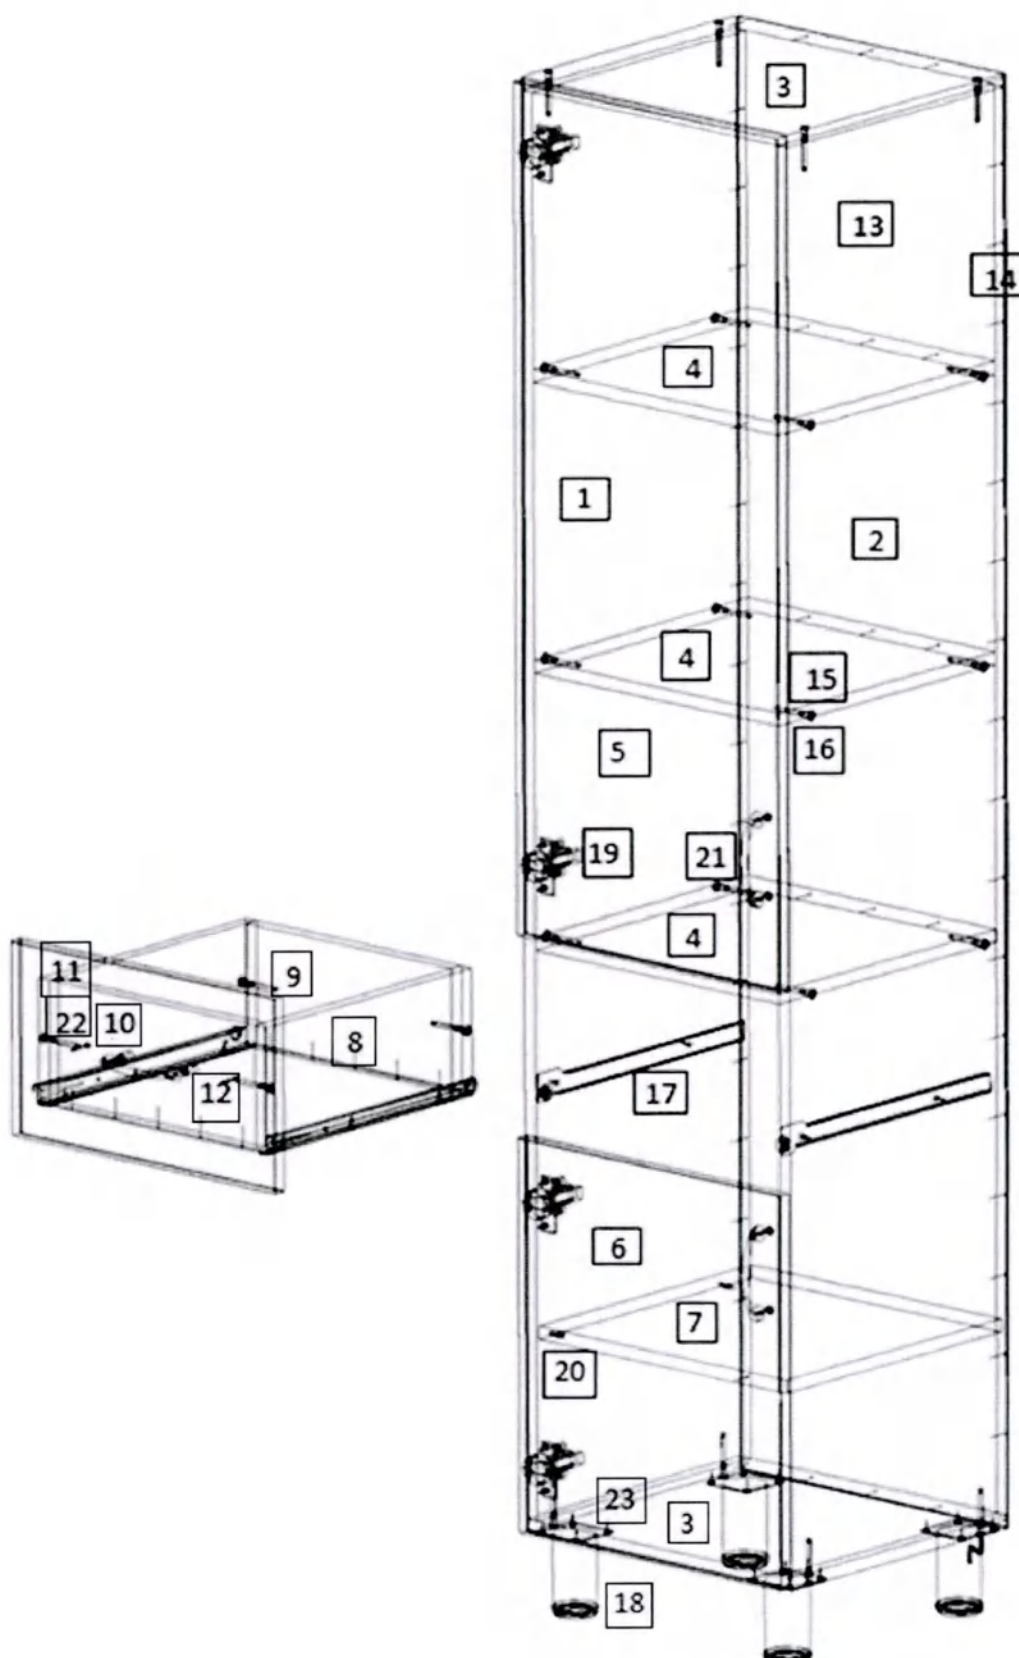

Рис. 1
1. Внимательно ознакомьтесь со схемой сборки, изображённой на рис. 1, сверяясь со спецификацией на изделие. Согласно схеме и спецификации определите расположение деталей в изделии и порядок их сборки. Сборка производится на ровном полу, укрытом материалом, предотвращающим повреждение покрытия пола и деталей мебели. В качестве такого материала возможно использовать упаковочный гофрокартон. Подготовьте необходимые для сборки инструменты – плоскую и крестовую отвёртки, молоток, рулетку или линейку, шуруповёрт.
2. На боковых стенках (1,2) шурупами 4×16 (29) закрепите [- образные части направляющих (24) и ответные планки петель (26).
3. Евровинтами (22), как показано на рис.1, соедините боковые стенки (1,2) с горизонтальными стенками (3,4). Заднюю стенку (15) закрепите к собранному каркасу шкафа гвоздями (21). При помощи шурупов 4x16 (29) установите на горизонтальной нижней стенке (3) регулируемые опоры (25). На видимые головки евровинтов (22) установите заглушки (23).
4. На двери шурупами 4×16 (29) закрепите петли (26). Установите ручку (27). Дверь (5) закрепите к боковой стенке (1) шкафа шурупами 4×16 (29). При необходимости отрегулируйте положение двери винтами петель.
5. Сборка антресоли. На боковых стенках (16,17) шурупами 4×16 (29) закрепите ответные планки петель (26). Евровинтами (22), как показано на рис.1, соедините боковые стенки (16,17) с горизонтальными стенками (18). Заднюю стенку (20) закрепите гвоздями (21). На видимые головки евровинтов (22) установите заглушки (23).
6. На двери (19) шурупами 4×16 (29) закрепите петли (26). Установите ручку (27). Дверь (19) закрепите к боковой стенке (16) шурупами 4×16 (29). Установите антресоль на шкаф. При необходимости отрегулируйте положение двери винтами петель.
7. Сборка ящиков. Евровинтами (22) соедините боковые стенки ящика (10) с передней (12) и задней (11) стенками. Дно ящика (14) закрепите к передней (12) и задней (11) стенке гвоздями (21). Установите роликами назад J-образные части направляющих (24) и закрепите их шурупами 4×16 (29). Шурупами 3.5×30 (28) закрепите фасад (13) к передней стенке ящика (12). Установите ручку (27). Установите собранный ящик в корпус шкафа.